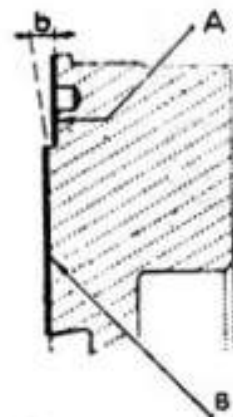

Fig. 11. — Cote à respecter en cas de rectification du volant moteur.
A chaque rectification de la face d'appui (B) du disque sur le volant, retoucher de la même quantité la zone d'appui (A) du carter porte-linguets, ou de la couronne (4) sur ce même volant (fig. 11). Les deux opérations doivent être exécutées sans déposer le volant du tour, afin d'obtenir un parallélisme parfait des deux zones retouchées.